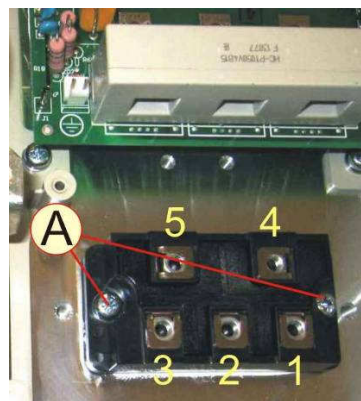

Рис.7.11
**7.8.4** Вкрутить два винта А (рис.7.11) для предварительного крепления диодного модуля.
**7.8.5** Соединить наконечники проводов и выводы конденсатора С3 с контактами диодного модуля (табл.7.2, рис.7.11, 7.12), вкрутив пять винтов.